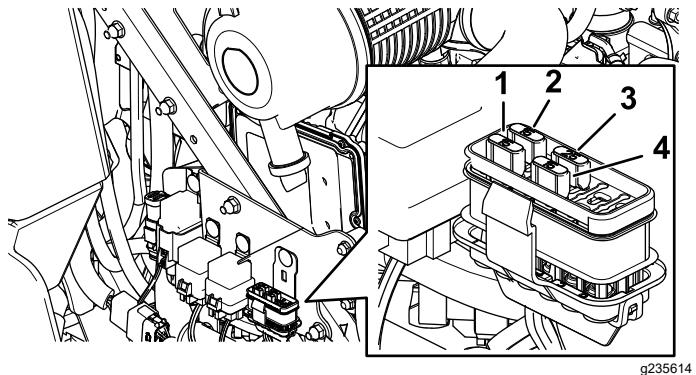

Figura 45
3. Instale un fusible nuevo (Figura 45).